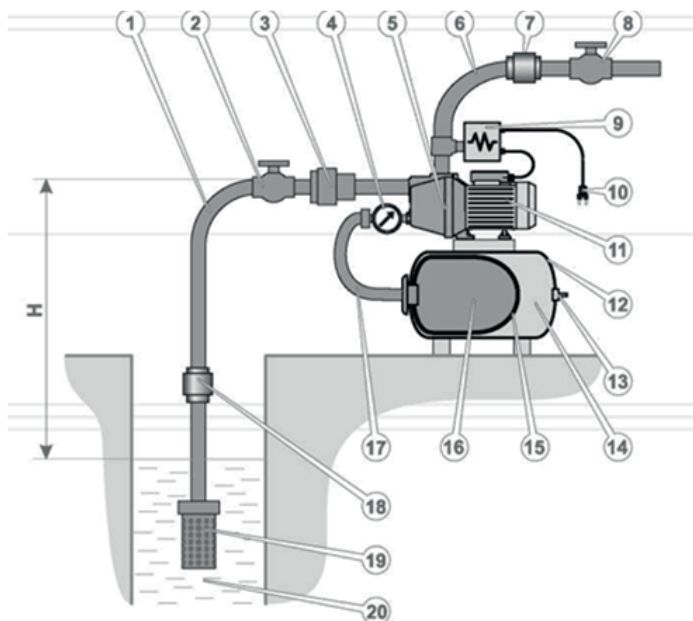

Рисунок 19. *Схема можливого використання виробу в системах автономного водопостачання від свердловини, колодязя з глибини H не більше 8 м.*
3. Вхідний трубопровід за всією його довжиною, а також фільтри, зворотний клапан та запірна арматура повинні мати пропускну здатність (площа перерізу пропускну отвору) не меншу, ніж вхідний патрубок насоса. Також за загальної довжини вхідного трубопроводу понад 10 метрів або за глибини всмоктування (Н, рис. 19) більше ніж 4 метри рекомендується збільшити його перетин на 25–50 % від номінального. За цих обставин вхідний трубопровід рекомендується використовувати з мінімальною кількістю вигинів та поворотів для зменшення гідравлічного опору.